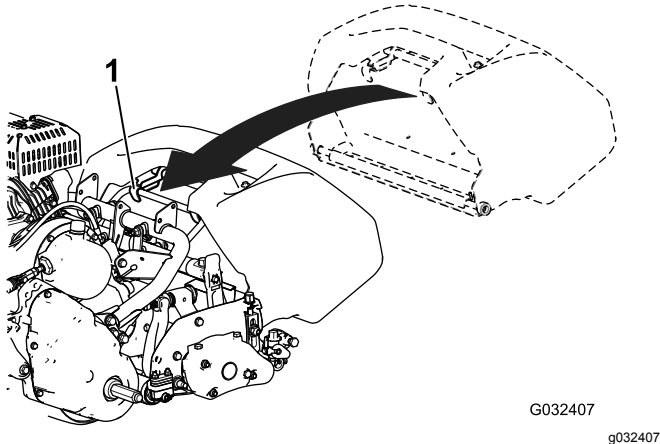

Figure 11
1. Saisissez le bac par la poignée (Figure 11).
2. Guidez le bord du bac entre les plaques du plateau de coupe et par dessus le rouleau avant (Figure 11).
3. Placez les crochets du bac par dessus la boucle du cadre (Figure 11).